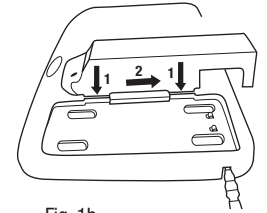

Fig. 1b
- Inserte el TR-340 en uno de los puertos de carga en el TR-944N y deslice la parte posterior para asegurarla en su lugar (Fig. 1b).